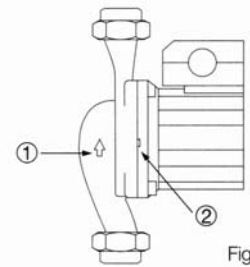

Fig. 2
- Der Richtungspfeil auf dem Pumpengehäuse zeigt die Fließrichtung an (Fig. 2, Pos. 1).